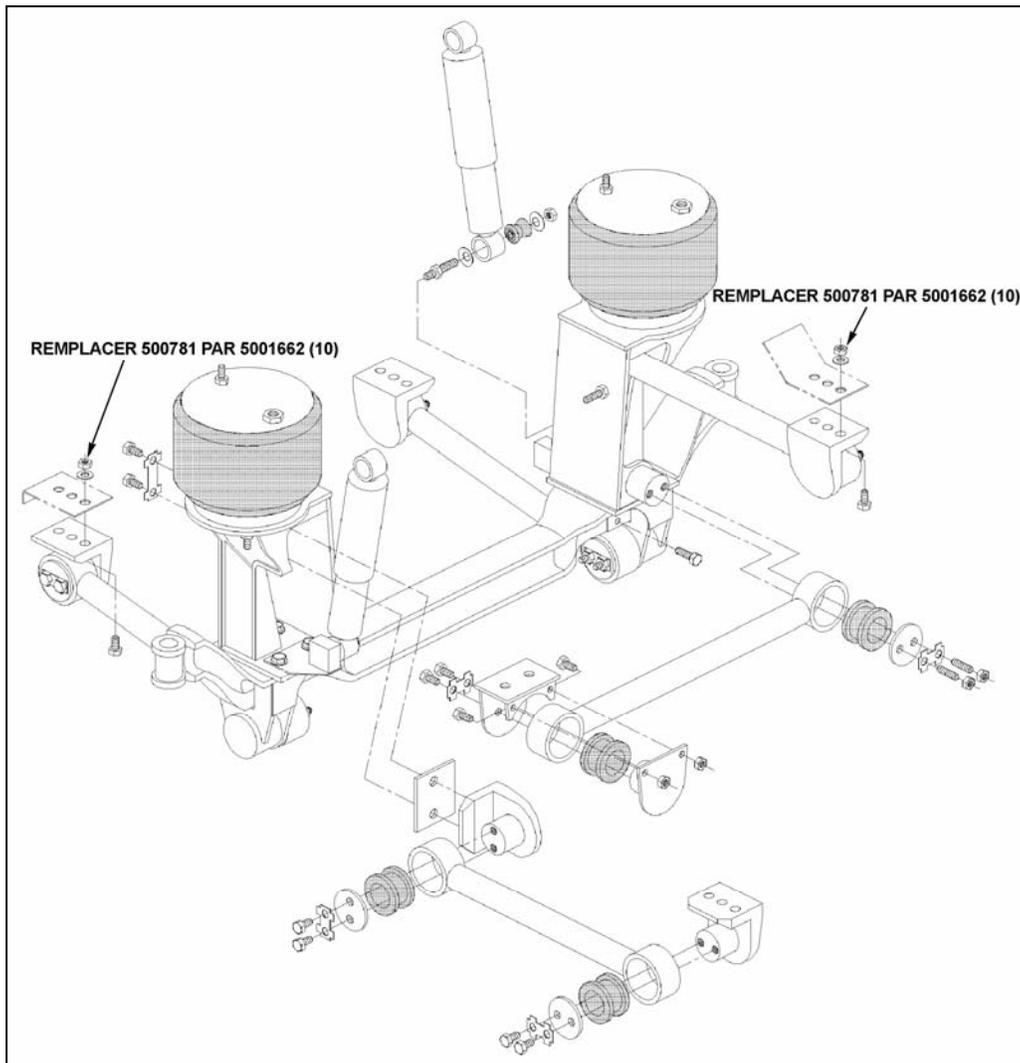

FIGURE 1 : ESSIEU AVANT RIGIDE DES VÉHICULES H3
2. Localiser chacun des écrous à remplacer (Voir les figures 1 à 3).